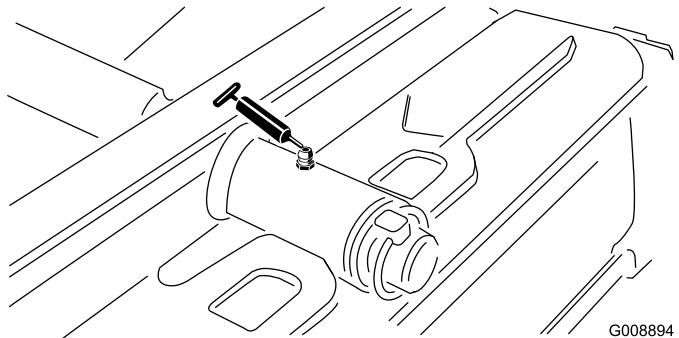

Bild 31
- Drehbüchsen am hinteren Mähwerk (Bild 31)